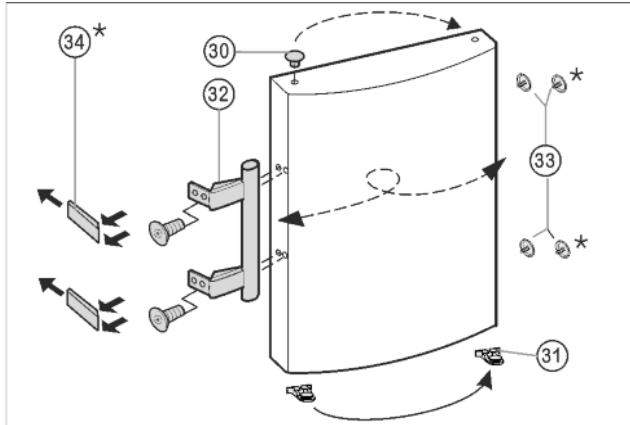

Fig. 9
- ▶ Enlever le bouchon Fig. 9 (30) du coussinet de la porte et le permuter de l'autre côté.
- ▶ Démontez la poignée de porte Fig. 9 (32), les bouchons Fig. 9 (33) et les plaques d'appui\* Fig. 9 (34) et les permuter sur le côté opposé.